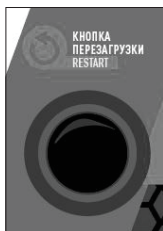

Рис. 7
2. Когда индикатор переменного тока (зеленый) не горит, а индикатор перегрузки (красный) мигает 6 раз каждые 3 секунды: это означает, что превышена максимальная нагрузка или произошло короткое замыкание. Отключите все оборудование, исключите из подключаемого оборудования очень мощное или неисправное, проверьте провода на предмет короткого замыкания. Затем нажмите кнопку перезагрузки 230В. Когда индикатор переменного тока (зеленый) загорится, генераторная установка снова готова к использованию (Рис. 7);